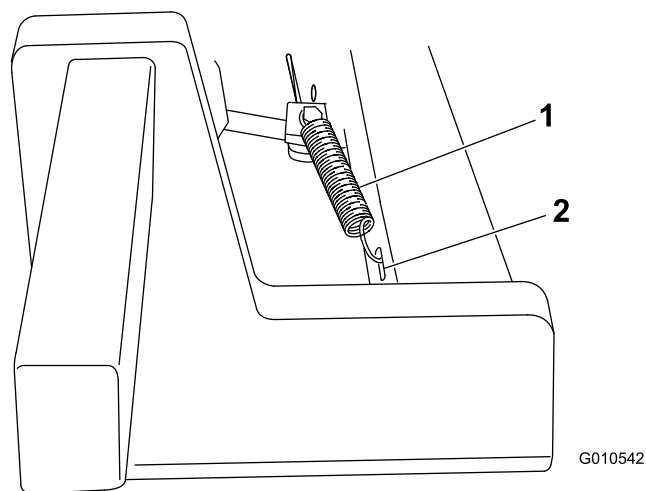

図 4
- ブレーキストラットとヨークをつないでいるクレビスピンからコッターピンを抜き取り、このコッターピンを廃棄する。クレビスピンはそのままにして、スプリングの短い方の端部を、クレビスピンお穴に差し込んで、外れないようにしておく。スプリングのもう一方の端部を昇降アームのスロット穴に接続する（図 4）。